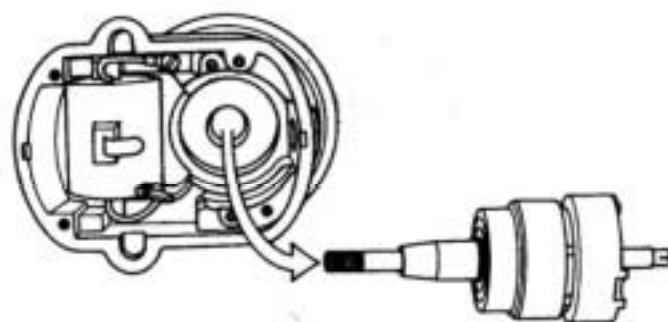

Figure 6.8
- Appuyer sur l'extrémité de l'arbre de rotor et retirer le rotor et l'ensemble du chapeau de roulement du carter (Voir figure 6.8)